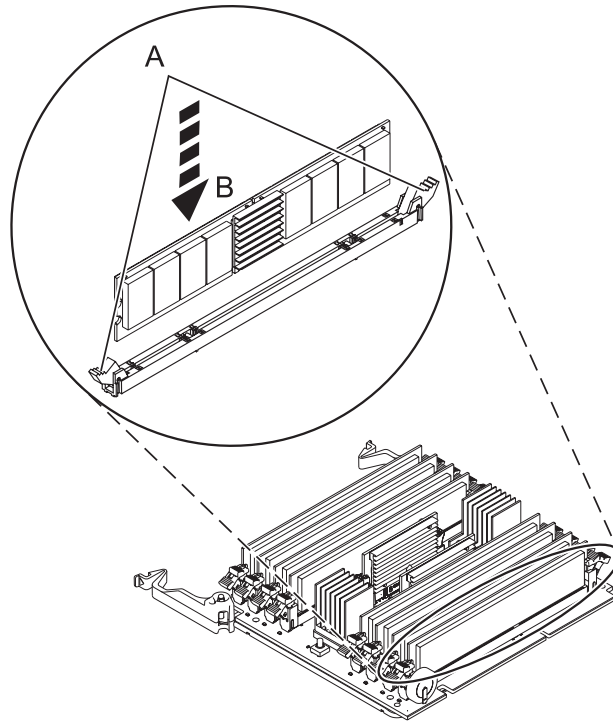

Figure 22. Remise en place d'un module de mémoire
10. Vérifiez que les languettes de verrouillage du connecteur (A) sont ouvertes en position déverrouillée, comme indiqué dans la figure 22, à la page 31, avant d'installer un nouveau module de mémoire.